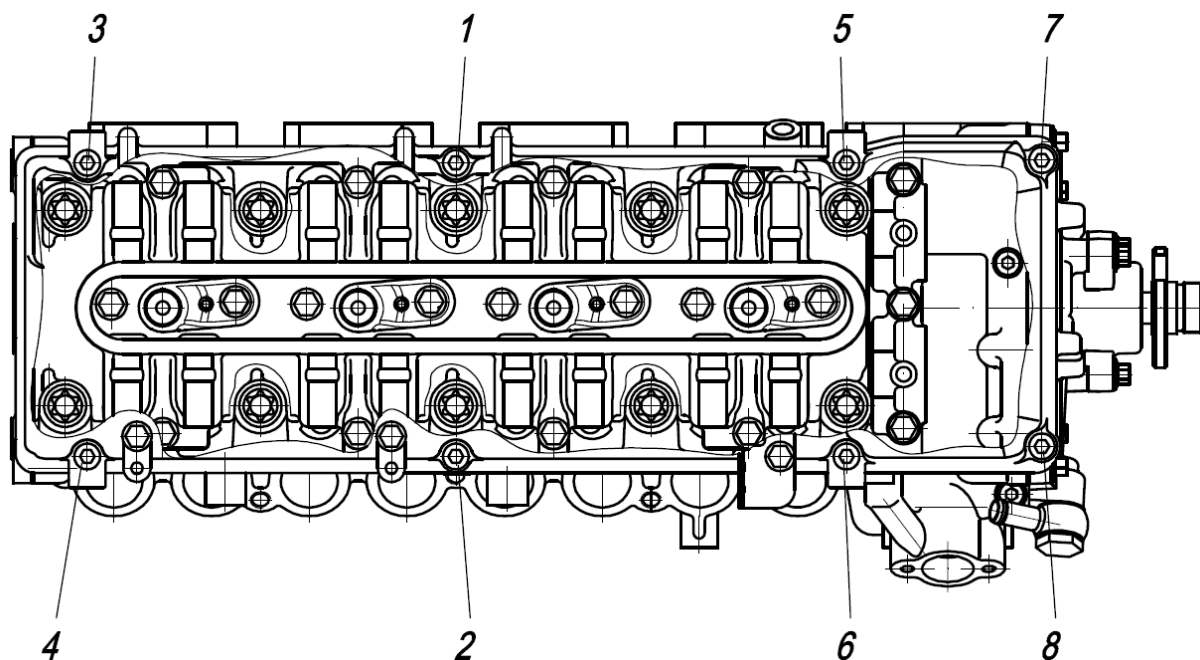

Рис.130. Последовательность затяжки болтов крышки клапанов:
8. Установить и закрепить общую крышку 2,3,4,5 опор распределительных валов. Болты крепления крышки затягивать в строго определенной последовательности (рис.130).